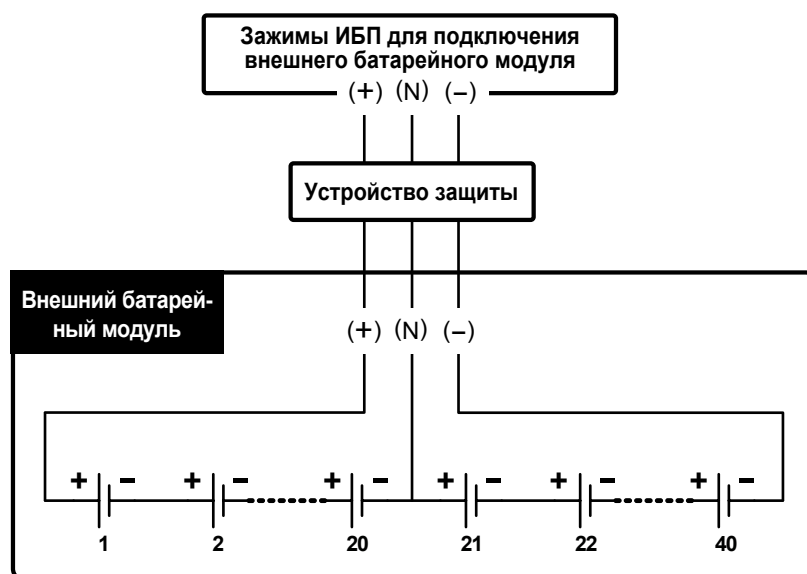

Рис. 6-17. Подключение внешнего батарейного модуля
- Внешний батарейный модуль по умолчанию имеет 40 аккумуляторов 12 В, включенных последовательно, причём нулевой провод модуля следует подключить между 20m и 21m аккумуляторами. При подключении внешнего батарейного модуля сторонних производителей следует подсоединить три кабеля к зажимам с маркировкой «+», «-» и «N» на ИБП. (см. **Рис. 6-17**).